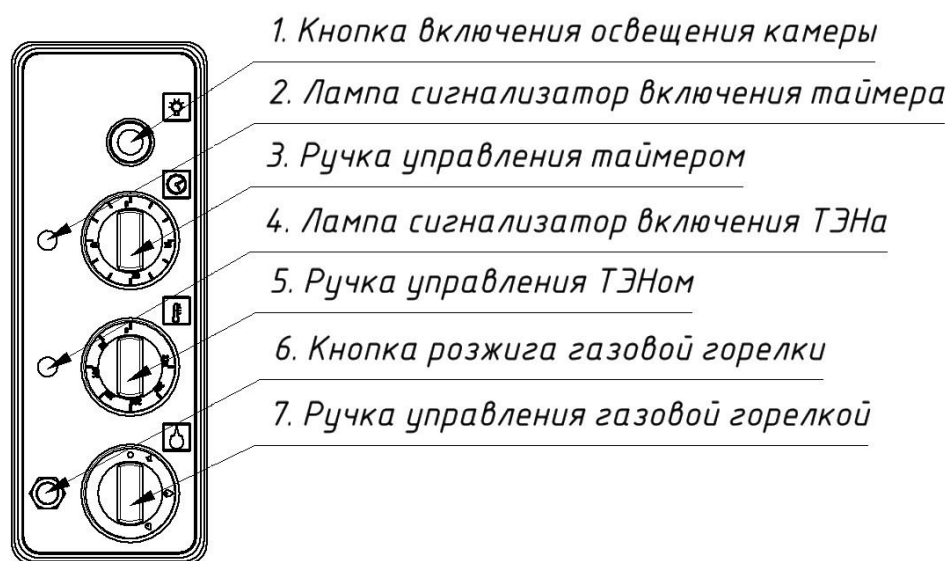

Рисунок 3 – Панель управления комбинированной духовки
5.2. Панель управления комбинированной духовки с элементами управления указаны на рис. 3.
8.8. Включение электрического ТЭНа жарочной камеры производится ручкой поз. 5, рис. 3, расположенными в средней части пульта управления духовки (регулирование бесступенчатое) необходимо установить ручку поз. 5, рис. 3 переключателя в положение, соответствующее требуемой температуре, при этом загорается сигнальная лампа поз. 4, рис. 3. При достижении заданной температуры рабочего объема жарочной камеры нагреватель автоматически отключается и лампа гаснет. При уменьшении температуры ниже заданной, нагреватель включается и цикл повторяется.
8.9. Включение газовой горелки производится при открытой двери духовки. Нажать кнопку розжига (рис.3), не отпуская ее, нажать и повернуть против часовой стрелки ручку крана горелки на наибольшее значение (рис.3), удерживать ее нажатой не менее 20-30сек, для включения в работу термопары газового крана. Визуальный контроль розжига горелок осуществляется через отверстия в дне.
8.10. При выпечке для удобства можно использовать таймер. Для включения таймера нужно повернуть ручку поз. 6 рис. 3 по часовой стрелке до нужного времени выпечки, при этом загорится сигнальный индикатор поз. 2 рис. 3, по истечении установленного времени раздастся звонок и индикатор погаснет.